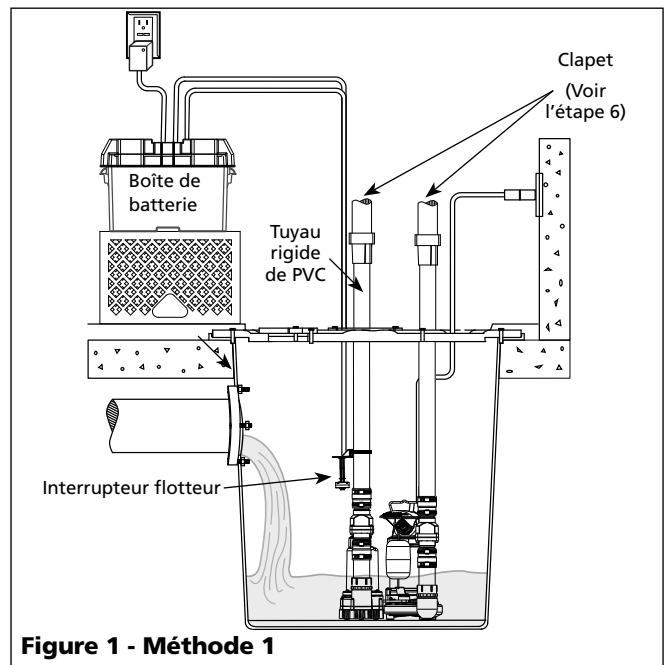

Figure 1 - Méthode 1
**REMARQUE:** Vérifier que les soupapes peuvent être placées directement dans la décharge de la pompe s'il y a lieu. Il est toutefois recommandé pour faciliter le démontage de placer les clapets au-dessus du puisard tel qu'illustré dans la figure 1.